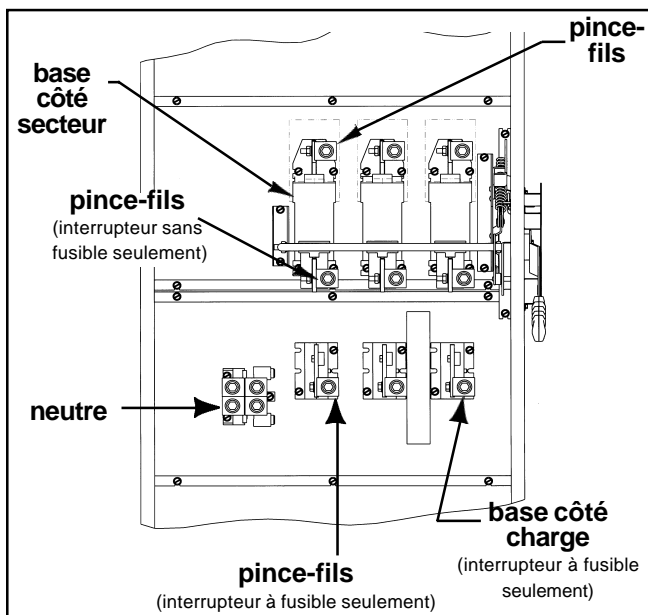

Fig. 1
4. Sortir tous les conducteurs des pince-fils (fig.1).
5. Enlever les pince-fils et conserver les fixations (fig. 1 et 2).